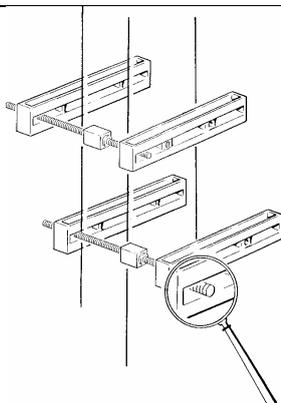

fig. 17
2. Accertare l'assenza di difetti palesi delle strutture di sostegno/fissaggio (fig. 17);